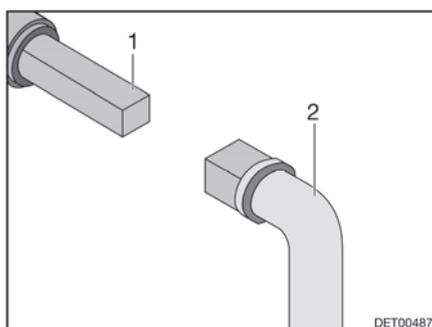

Fig. 147 Manejo del grifo para la eliminación de aguas residuales
- Insertar la llave (Fig. 147,2) en el cuadrado (Fig. 147,1).